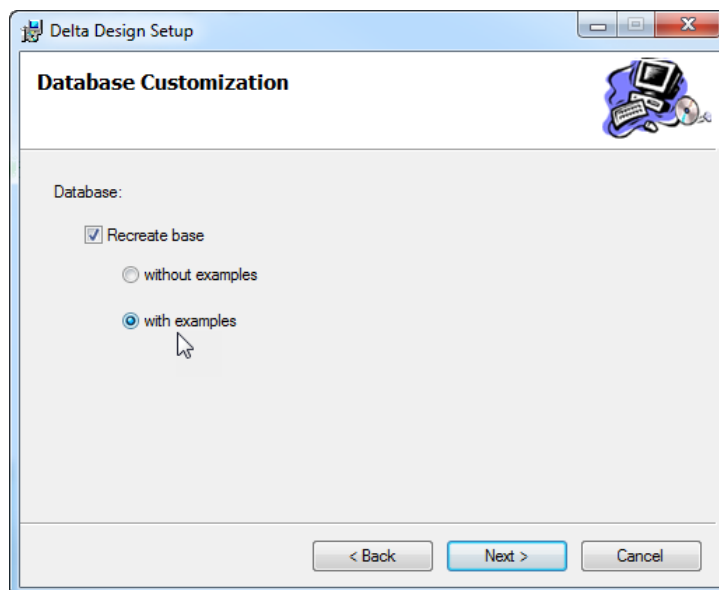

Рис. 4 Установить/исключить демонстрационные примеры
4. Выберите вариант базы данных (с демонстрационными примерами или без). Для того, чтобы демонстрационные примеры были установлены выберите вариант «with examples», чтобы установить копию системы без демонстрационных примеров – «without examples», см. Рис. 4.